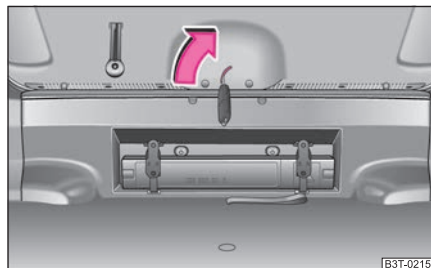

Fig. 33 Desbloqueo de emergencia de la tapa de maletero
- Introduzca la llave hasta el tope en la ranura del revestimiento ⇒ fig. 33.